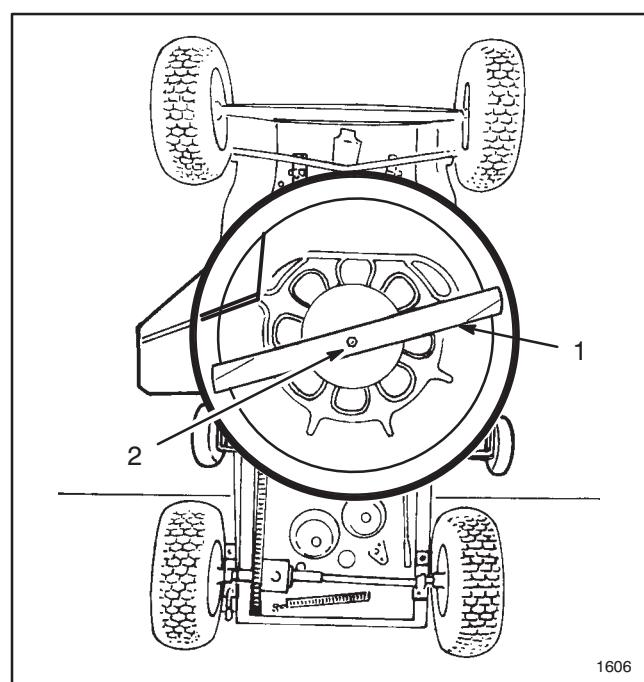

Figure 15
6. Tenir l'extrémité de la lame à l'aide d'un chiffon ou d'un gant épais, et enlever le boulon de la lame, la rondelle et la lame (Fig. 15).
9. Remonter dans l'ordre la lame, la rondelle puis le boulon (Fig. 15), et serrer le boulon à 61-81 Nm.
6. Débarrasser l'intérieur du carter de tondeuse (Fig. 15) de l'herbe et de la saleté qui y adhèrent en le rinçant à l'aide d'un tuyau d'arrosage. Racler l'herbe et la saleté qui ne partent pas à l'eau, puis rincer de nouveau.